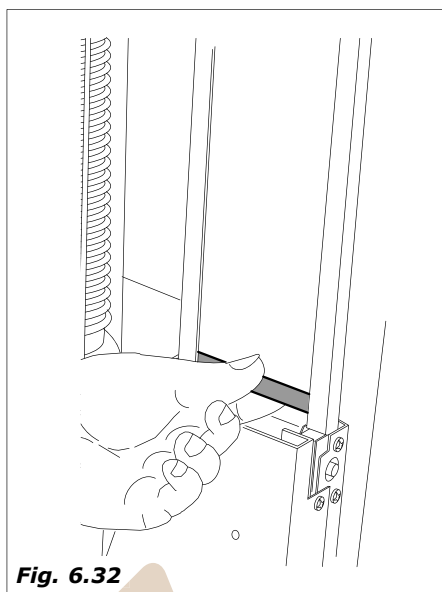

Fig. 6.32
- Quitar el peso metálico de la guía. (Fig.6.32)